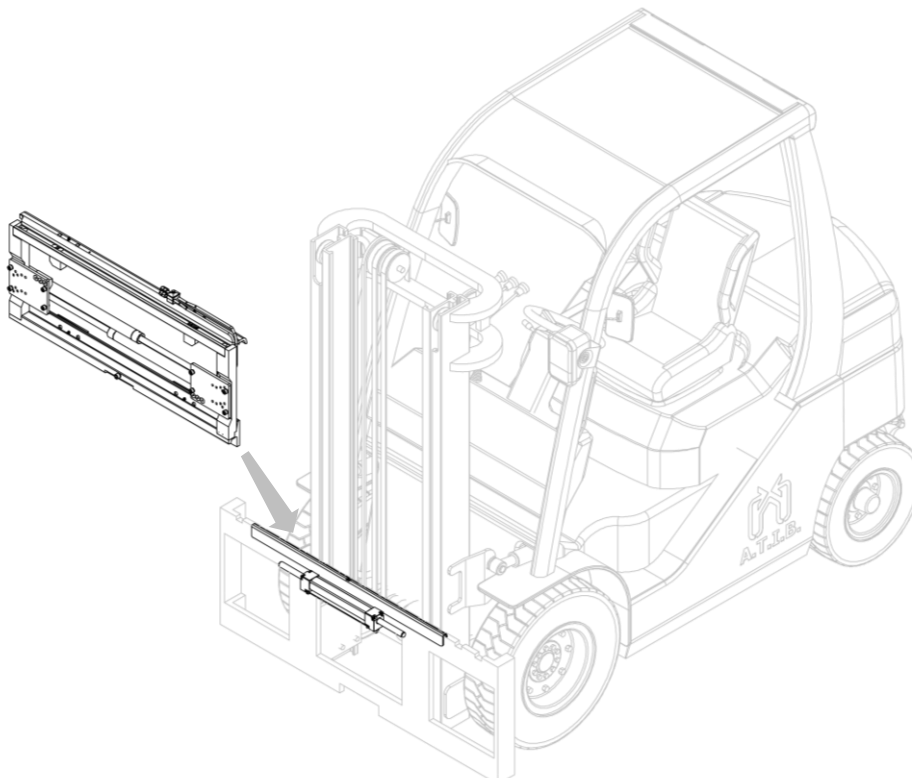

Figura 15
7. Agganciare quindi l'attrezzatura con un carroponte o un paranco di portata sufficiente e posizionarla sul doppio gancio, avendo cura di posizionarla in modo corretto (vedi *Figura 15*).